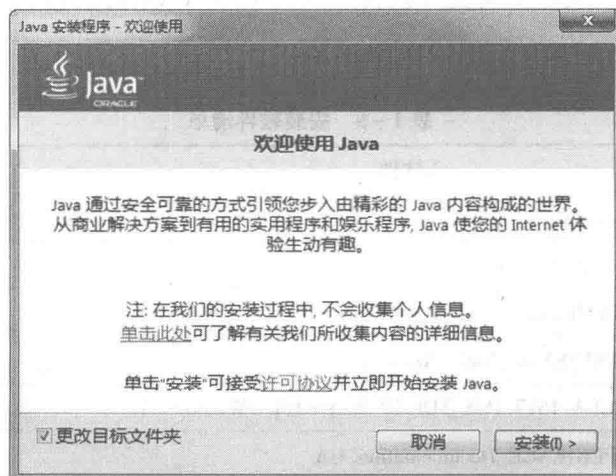

图 1-4 开始安装 Java 运行环境
(1) 建立目录 D:\DSV6\Java64BIT\jdk1.8.0\_45。
(2) 点击安装文件 jre - 8u45 - windows - x64. exe, 开始 Java 安装。在图 1-4 所示窗口中,勾选“更改目标文件夹”,点击【安装】按钮。